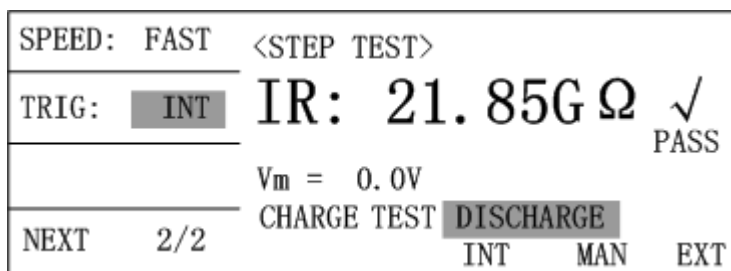

图 3-14 触发模式设定
在<MAIN INDEX>页面中，用方向键将光标移动到“(4) NULL”处，再按  软键则会进入<NULL>页面（如图 3-14 所示）。在处于本页面时，按  键将启动归零测试。